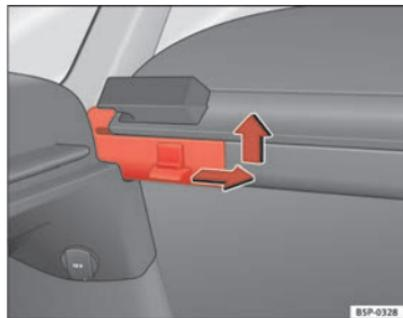

Fig. 124 Desmontagem da chapeleira
- Premir a chave lateral no sentido da seta, levantar a bandeja e retirar a mesma ⇒ fig. 124.